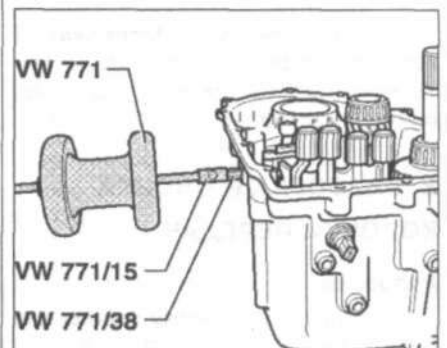

Рис. 8.28. Извлеките уплотнительные пробки.
18. Извлеките уплотнительные пробки (рис. 8.28).